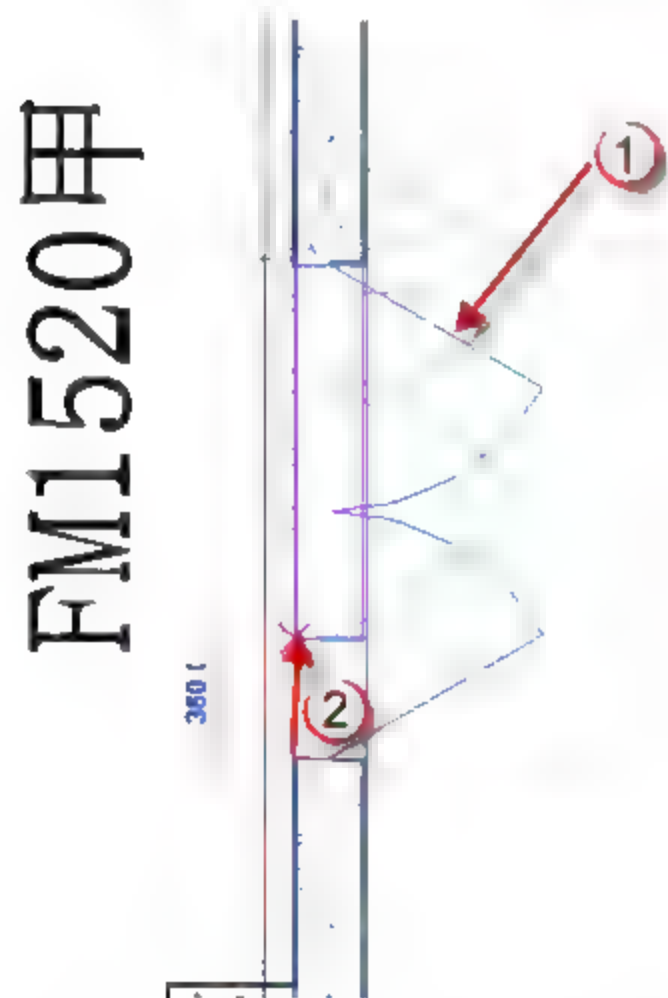

图 9.3.40 移动“FM1520 甲”族
(30) 移动“FM1520 甲”族。选择已经插入的门族，按快捷键 **M+V**，移动“FM1520 甲”，如图 9.3.40 所示。